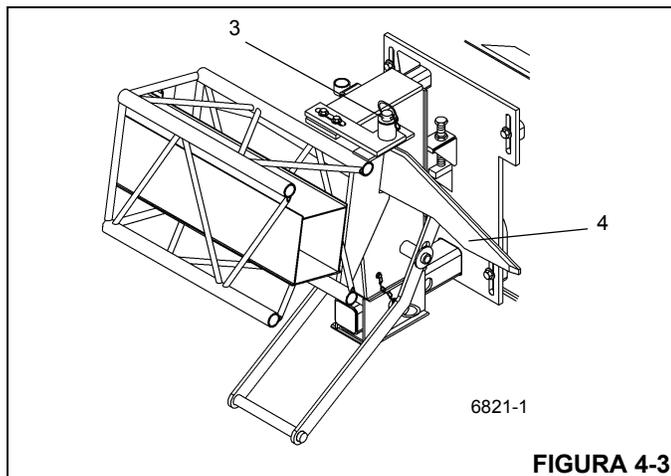
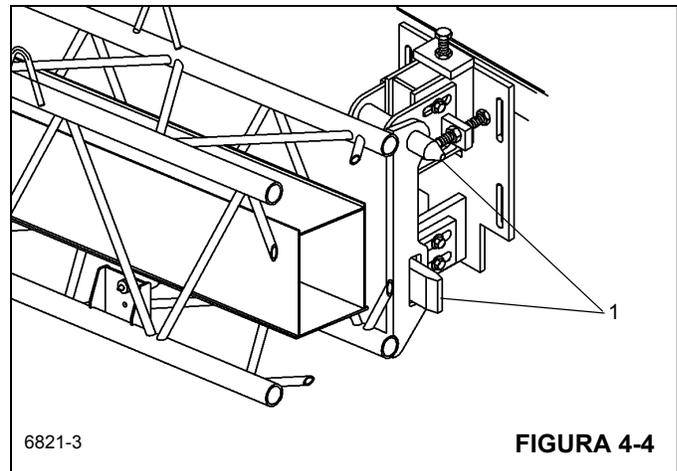

FIGURA 4-3
FIGURA 4-4
4. Remova o pino de retenção do pino do engate (Figura 4-3, 3) que fixa a extensão da lança no suporte de recolhimento traseiro. Remova o pino do engate, destravando a extensão da lança.
6. Levante a lança na horizontal e estenda-a por aproximadamente 51 a 64 cm (20 a 25 pol.). Verifique se os olhais de armazenamento da extensão da lança não tocam nos pinos-guia (Figura 4-4, 1) e sobem (Figura 4-3, 4) nos suportes de armazenamento dianteiro e traseiro.